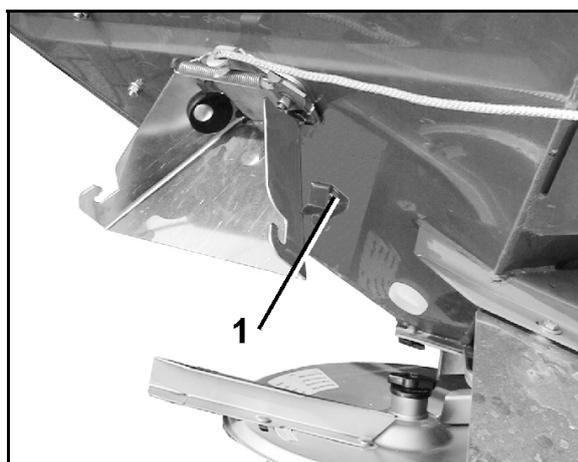
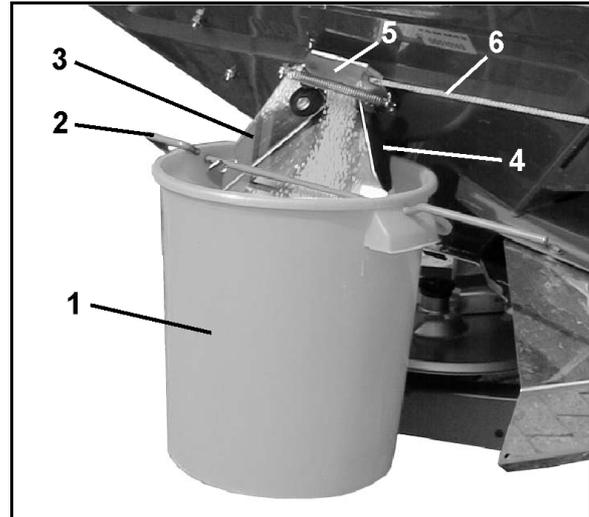

Fig. 56
Fig. 58
1. Engatar o depósito de recolha (Fig. 58/1), através do estribo (Fig. 58/2), na calha inclinada de saída (Fig. 58/3). Engatar o depósito de recolha no dispositivo de retenção (Fig. 58/4 e Fig. 56/1).
2. Abrir por completo a corredeira lateral (Fig. 58/5) da calha inclinada de saída, durante aprox. 5 seg., através do cabo (Fig. 58/6) (de modo a assegurar um fluxo de adubo uniforme). Depois disso, deitar a quantidade de adubo recolhida de volta no dispersor.